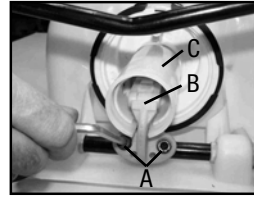

Figure 1
1) Retirez la goupille fendue et la poignée de la pompe. Placez la pompe vers vous et déposez l'appareil sur le dos (figure 1). Desserrez la pince du boyau et retirez le boyau du pulvérisateur. Attention : il pourrait rester du liquide dans le boyau et dans le cylindre de pression. Retirez l'écrou et le boulon du bouchon protecteur et retirez le bouchon (réf. figure 9). Tournez l'arbre de la pompe pour atteindre les deux boulons du levier (A). Utilisez une clé allen et retirez les boulons du levier. Sortez l'assemblage de piston (B) du cylindre du piston (C).